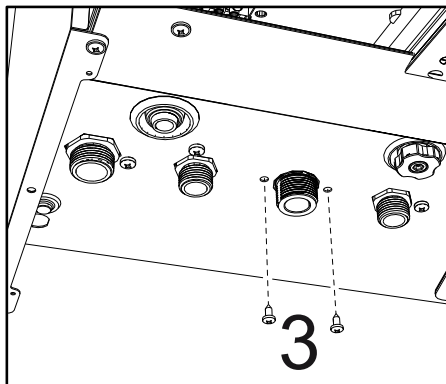

fig. 44
• Svitare le viti "3" (fig. 44)